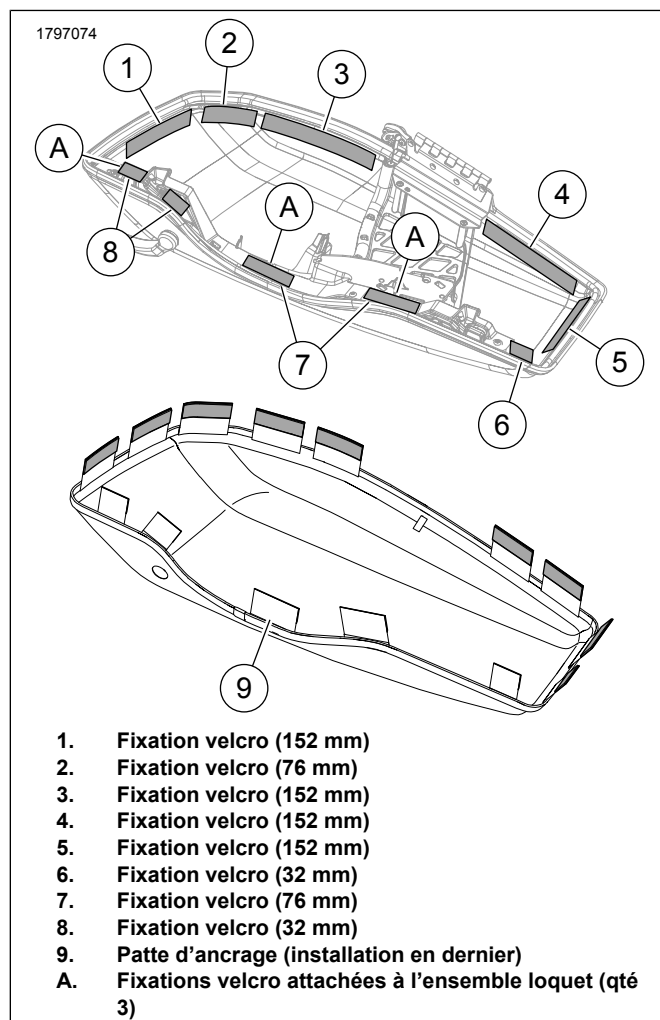

Figure 2. Couvre couvercle de sacoche gauche (typique)
- a. Voir la figure 2. Remarquer où les trois fixations velcro (A) seront fixées à l'ensemble loquet. S'assurer que la surface est préparée.
2. Voir la figure 2. Installer des bandes de fixation velcro :
- b. Amener les pattes de la protection par-dessus le bord du couvercle de sacoche et faire le tour du couvercle dans les deux sens, en commençant par les pattes situées près de la charnière et en terminant au centre du côté intérieur (patte d'ancrage (9)).